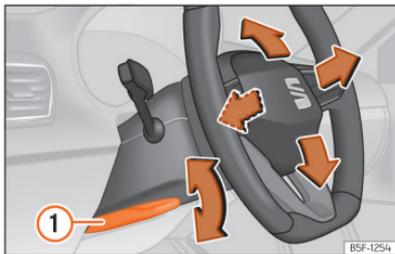

Abb. 89 Hebel auf der linken unteren Seite der Lenksäule.
• Hebel >>> [Abb. 89] ① nach unten schwenken, Lenkrad in die gewünschte Position bringen und Hebel wieder bis zum Schließpunkt nach oben drücken.
• Den Hebel >>> [Abb. 89] ① nach dem Einstellen immer fest nach oben schwenken, damit das Lenkrad während der Fahrt nicht unbeabsichtigt seine Position verändert.